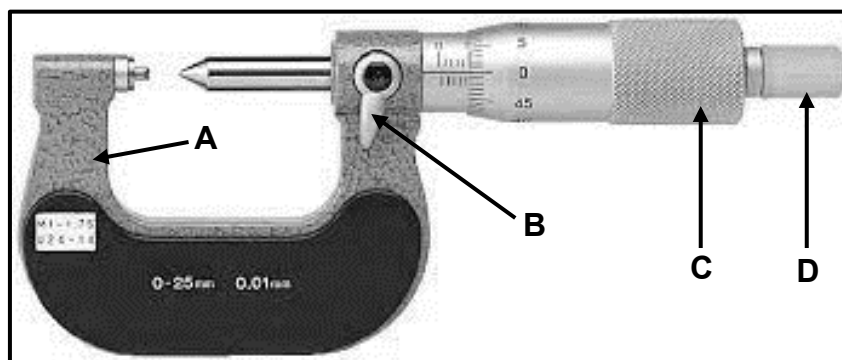

FIGUUR 7.2
7.2 FIGUUR 7.2 hieronder toon 'n induiking gedurende 'n Brinell-hardheidstoets. Benoem **A–D**.